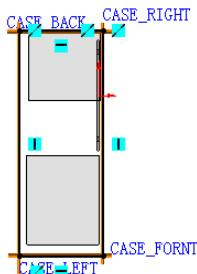

图 17.4.2 草图
Step1. 创建新零件。选择下拉菜单 **插入(I)** → **零部件(①)** → **新零件(N)** 命令。
Step2. 完成上步操作后，系统将自动选择“草图绘制”命令。选择 CASE_TOP 为草图平面，绘制图 17.4.2 所示的草图。